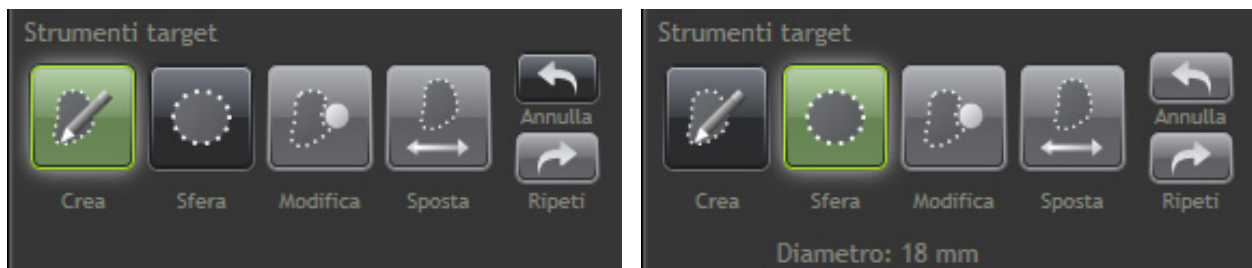

Figura 3-14: Lo strumento Crea o Sfera può essere selezionato nel riquadro Strumenti target.
4. Nel riquadro Strumenti target (Figura 3-14), fare clic sullo strumento **Crea** o **Sfera** per definire il target.
5. Quando è selezionato lo strumento **Crea** (Figura 3-14), spostare il cursore del mouse su una sezione/immagine TC vicino al centro della lesione target; utilizzare la rotellina del mouse per ingrandire o rimpicciolire l'area segmentata. Quando il target generato dal software corrisponde alle proprie esigenze, fare clic con il tasto sinistro del mouse per accettarne forma e dimensioni.
7. Quando è selezionato lo strumento **Sfera** (Figura 3-14), spostare il cursore del mouse su una sezione TC vicino al centro della lesione target. Utilizzare la rotellina del mouse per aumentare o diminuire il diametro della sfera. Fare clic con il tasto sinistro per accettare le dimensioni del target.
15. Utilizzare i pulsanti **Annulla** e **Ripeti** (Figura 3-14) per modificare le fasi eseguite di creazione e definizione di un target di ablazione.